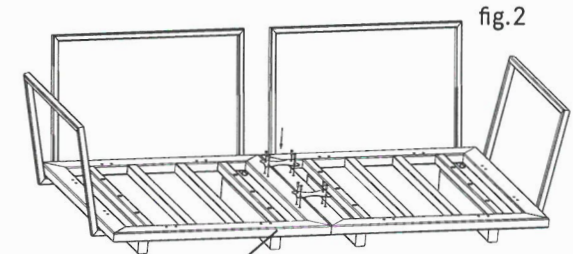

fig.2
2. Posizionare la piastra di giunzione allineando i fori situati sulla faccia superiore della struttura, successivamente avvitare N°4 viti per fissare i componenti con la piastrina di giunzione (fig.2)
2. Place the junction plate aligning the holes located on the upper part of the structure, then screw 4 screws to fix the components with the junction plate (fig.2)
2. Setzen Sie die Anschlussplatte auf, indem Sie die Löcher am oberen Teil der Struktur ausrichten, und schrauben Sie dann (Abb.2)
2. Placer la plaque de jonction en alignant les trous situés sur la face supérieure de la structure, puis visser 4 vis pour fixer les composants avec la plaque de jonction (fig.2)
2. Colocar la placa de unión alineando los orificios situados en la cara superior de la estructura, luego atornillar 4 tornillos para fijar los componentes con la placa de unión (fig.2)